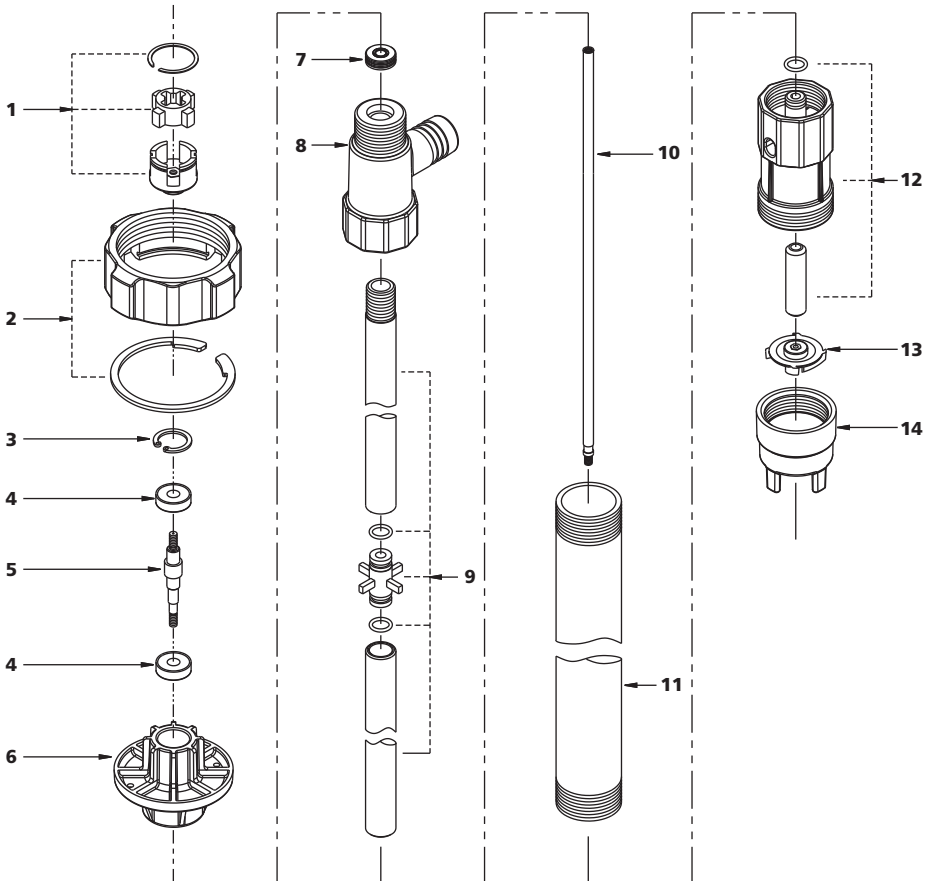

Figura 3 - Ilustración de reparación de piezas para 5UWF3, 5UWF4 y 5UWF6
1. Desmonte la carcasa del impulsor (figura 3, 4, ref # 14) y (figura 3, 4, ref # 13) el impulsor desatornillando
- Desmonte la cámara de conversión (figura 3, 4, ref # 12) y la tubería exterior (figura 3, 4, ref # 11) desatornillando
- Desmontar el conjunto de la tubería interior (figura 3, 4, ref # 9)
- Retire el eje del conjunto de la tubería interior desatornillando (figura 3, 4, ref # 10).
- Gire el eje del cojinete (figura 3, 4, ref # 5) a la izquierda insertando el destornillador a través de la ranura de conjunto de la unidad de acoplamiento (figura 3, 4, ref # 1), mientras sujeta la ranura.
- Desmonte la carcasa del puerto de descarga (figura 3, 4, ref # 8) desatornillando.
- Saque el anillo de montaje (figura 3, 4, ref # 2).
- Mueva el anillo de montaje de la carcasa de los cojinetes (figura 3, 4, ref # 6)
- Mueva el cojinete (figura 3, 4, ref # 4) en el eje del cojinete (figura 3, 4, ref # 5) y, a continuación monte el eje del cojinete y el cojinete en la carcasa del cojinete.
- Monte el anillo de montaje (figura 3, 4, ref # 2) en la carcasa del cojinete.
- Mientras tenga posicionado el sello (figura 3, 4, ref # 7) correctamente
en el eje del cojinete, monte la carcasa del puerto de descarga (figura 3, 4, ref # 8) en la carcasa del cojinete.
- Mueva el conjunto de la tubería interior (figura 3, 4, ref # 9) hacia el eje y móntelo en la carcasa del puerto de descarga (figura 3, 4, Ref # 8) atornillándolo.
- Monte la tubería exterior (figura 3, 4, ref # 11) en la carcasa del puerto de descarga y monte la cámara de conversión (Figura 3, 4, ref # 12) en la tubería exterior atornillándola.
- Mientras sujete el eje, monte el impulsor (figura 3, 4, Ref. # 13) y luego monte la carcasa del impulsor (figura 3, 4, ref # 14) en la cámara de conversión atornillándola.